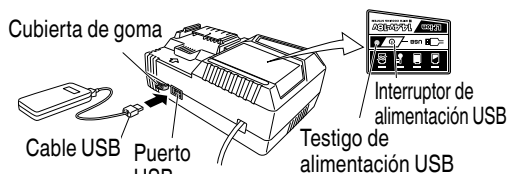

Fig. 8
- (2) Encienda el enchufe de alimentación USB (Fig. 8)
- (3) Conecte el cable USB. (Fig. 8)
- Apague el interruptor de alimentación USB y desenchufe el cable de alimentación de la toma de alimentación eléctrica. (Fig. 8)
7. Compruebe el botón pulsador. Cerciórese de que el botón pulsador esté desenganchado presionándolo dos o tres veces antes de conectar la alimentación de la amoladora. (Fig. 8)